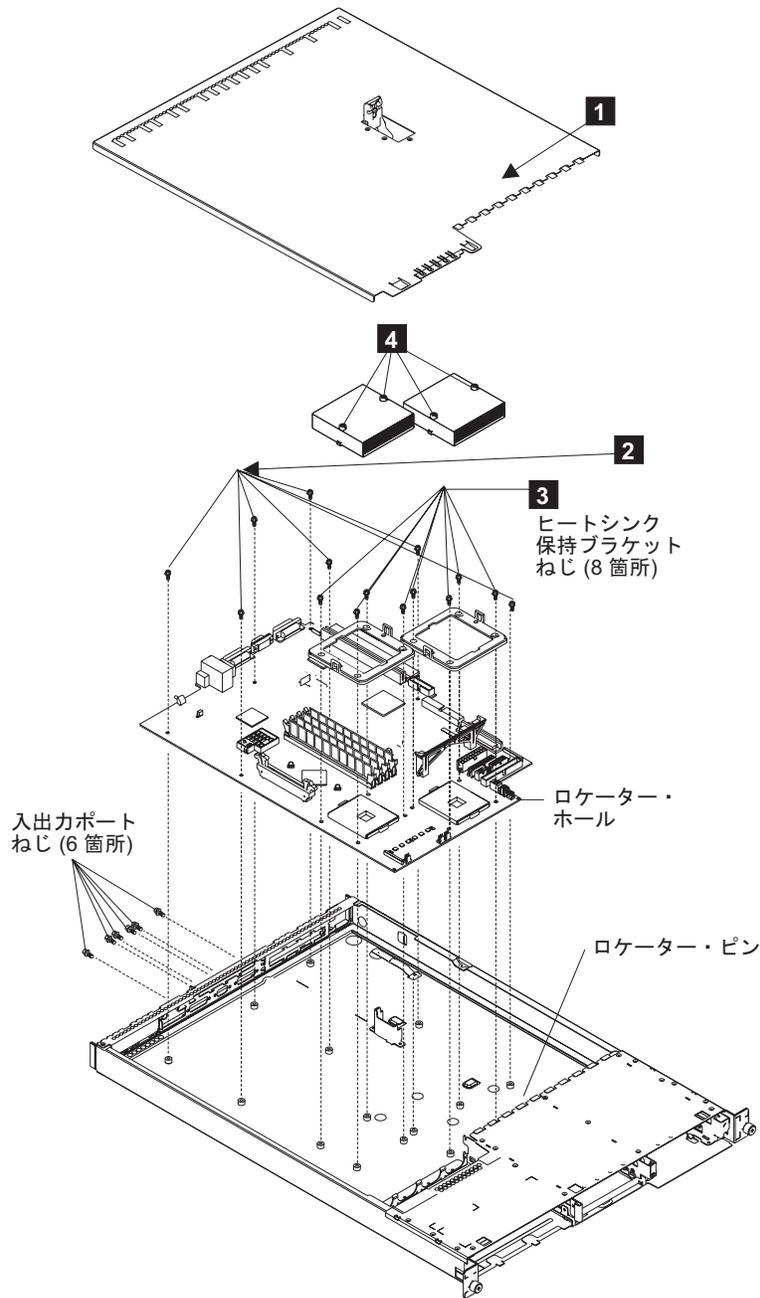

図219. SAN ボリューム・コントローラー 2145-4F2 システム・ボード
1. 7 本のねじ (264 ページの図 219 の **2**) を再取り付けします。
4. それぞれのヒートシンク保持ブラケット (264 ページの図 219 の **3**) のねじを再取り付けします。